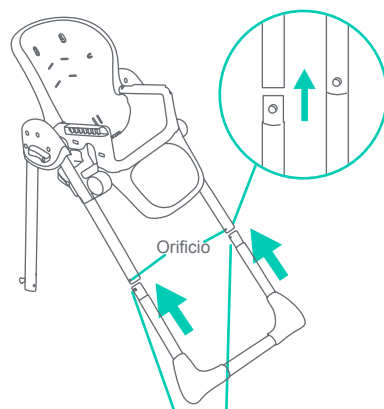

Fig. 7
- 7) • Introduzca las patas en los extremos del tubo delantero de los conjuntos de marco superior izquierdo y derecho (Fig. 7).